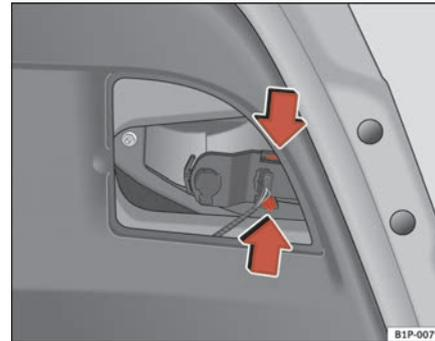

Abb. 172 Lampenfassung ausbauen
- Die Lampenfassung durch Eindrücken der Haltetaschen herausziehen ⇒ Seite 256, Abb. 172.